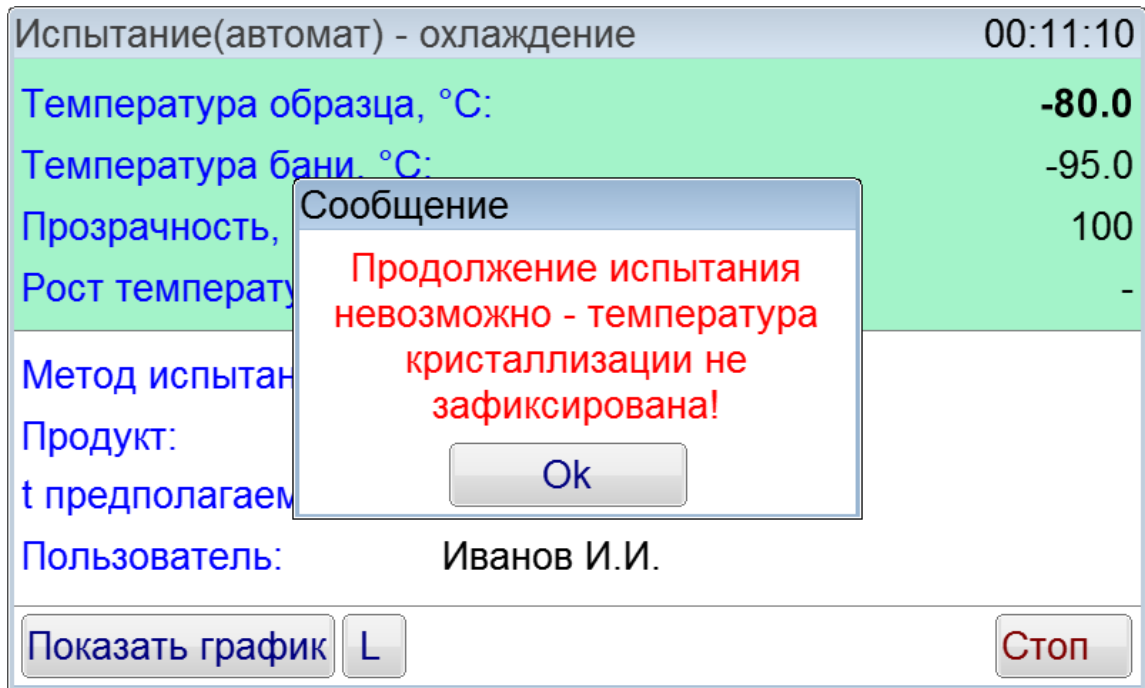

Рисунок 24 – Сообщение о невозможности продолжения испытания
4.5.9 Если температура продукта опустится ниже -80°C, то аппарат выдаст сообщение об ошибке и испытание будет остановлено (рисунок 24).